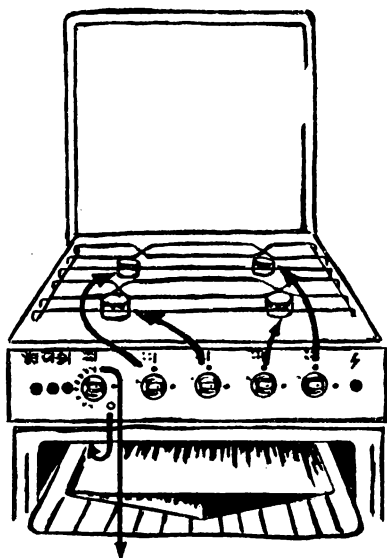

Рис. 1. Панель управления.
6.1.1. Расположение горелок стола и органы управления плитой показаны на рис. 1.
Включение и выключение освещения осуществляется выключателем, расположенным на панели управления (рис. 1).